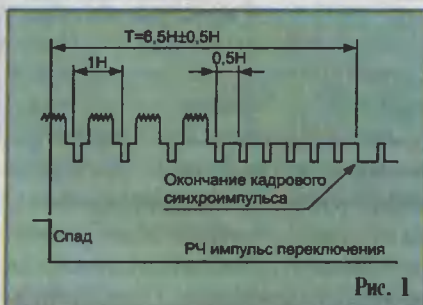

Рис. 1
- ♦ длительность импульсов синхронизации видеосигнала. Если сигнал соответствует по форме и длительности сигналу, изображенному на рис. 1, требуется ввести эту уста-